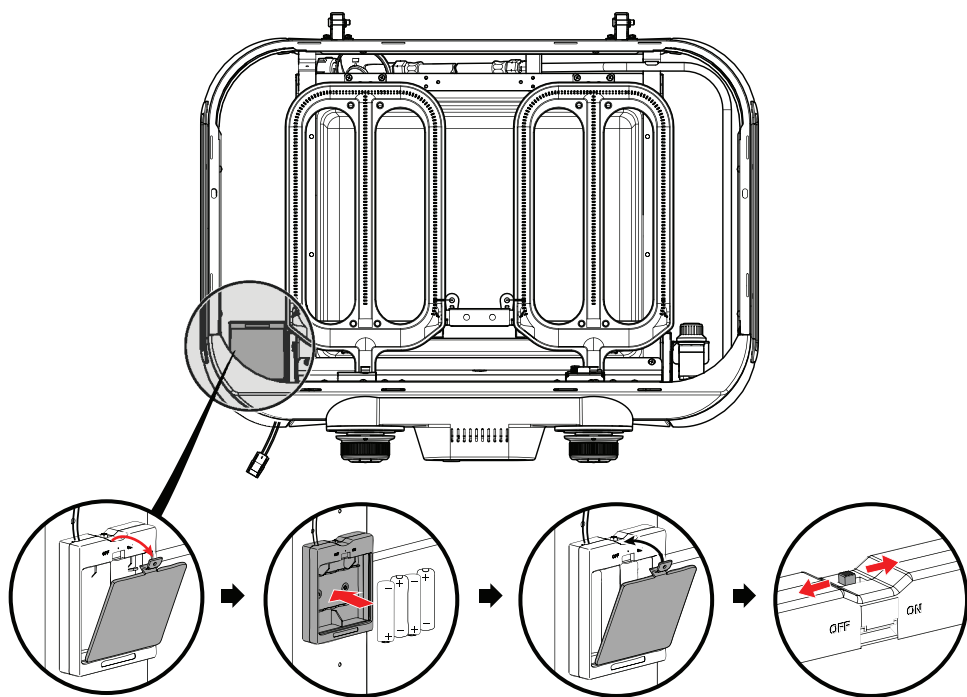

Abb. 4A
1. Lösen Sie die Kunststoffschraube unter dem Thermometer (Abb. 4A).